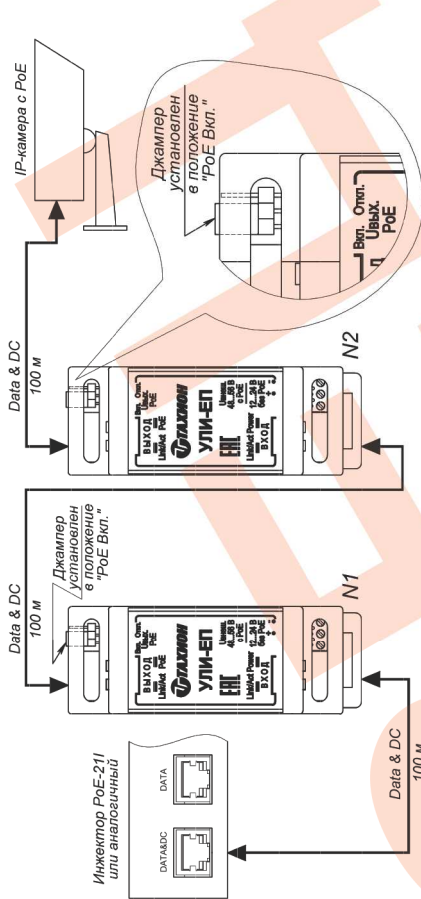

Рис.3 Пример удлинения сегмента сети Ethernet с питанием PoE при работе УЛИ-ЕП в режиме удлинителя.
1. Соедините 4-х парным кабелем UTP категории не хуже 5е разъем RJ45 «Выход» удлинителя УЛИ-ЕП с разъемом «РоЕ» питаемого устройства или с разъемом RJ45 «Вход» следующего УЛИ-ЕП в цепочке удлинителей (см. рис.3).
- Возможно увеличение расстояния линии связи для передачи данных по сети Ethernet и питания по технологии PoE до 300 или 400 метров при подключении 2 или 3 изделий, соответственно (см. рис.3).